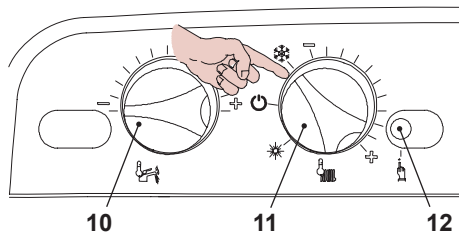

Рисунок 6.7
- Поверните переключатель функций 11, как показано на рисунке Рисунок 6.7.